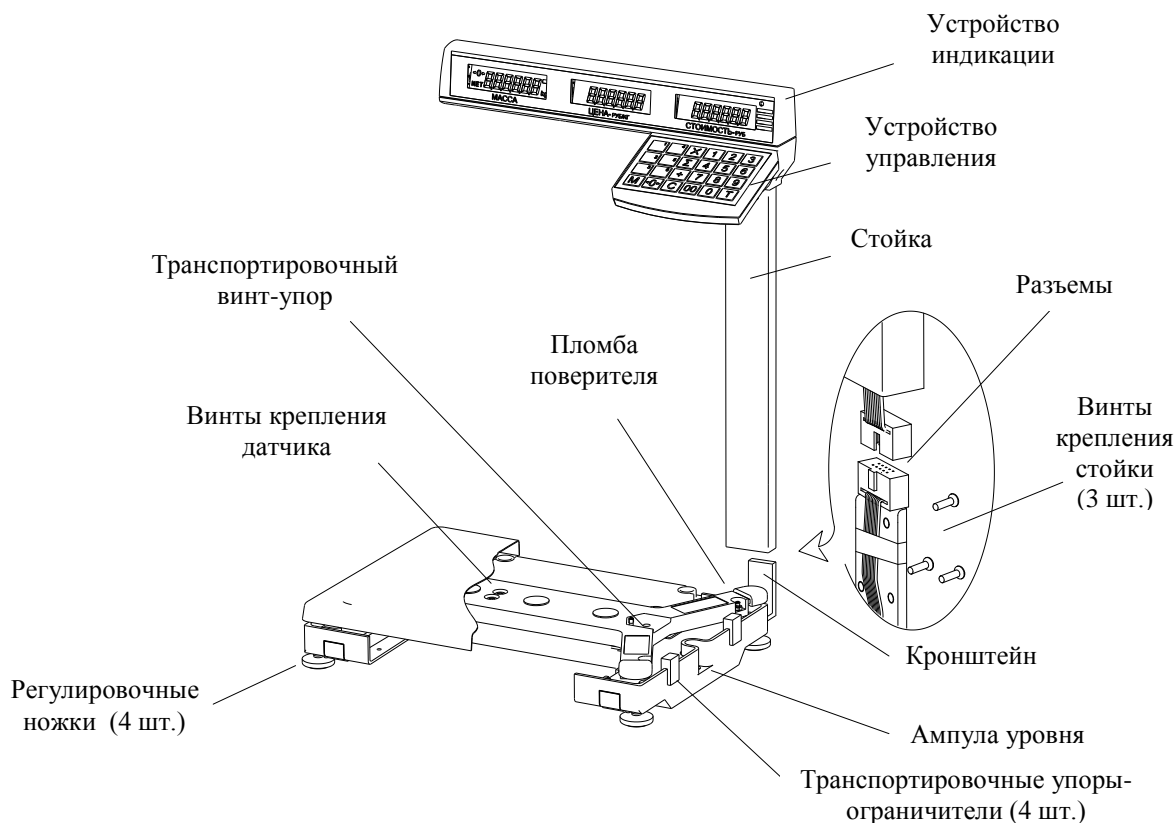
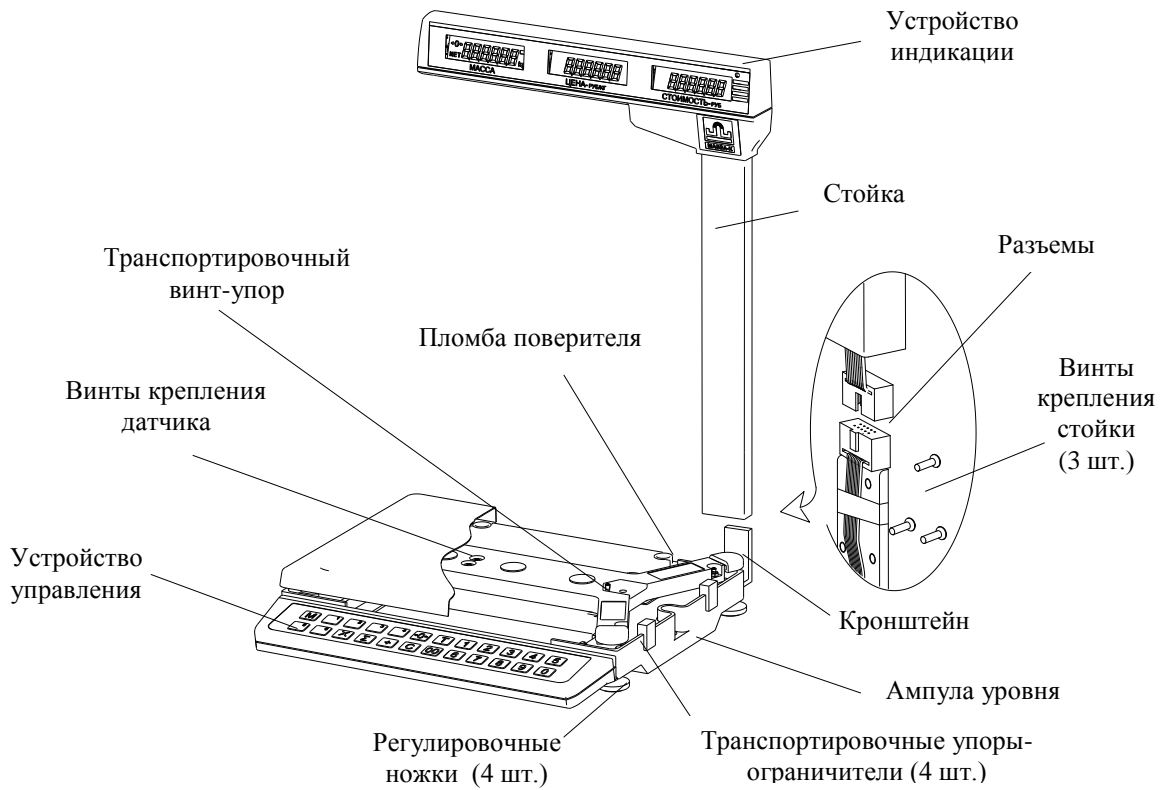
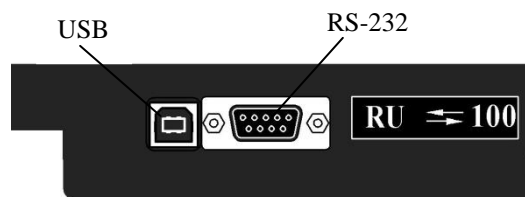

Рис. 5.1- Весы МК_ТВ21
Рис. 5.2- Весы МК_ТН21
Рис. 5.3 – Расположение разъемов интерфейсов USB и RS-232 на задней панели весов МК_ТН21(RU)
Конструкция весов представлена на Рис. 5.1, Рис. 5.2. Расположение разъемов весов МК_ТН21(RU) – на Рис. 5.3 Назначение кнопок клавиатуры и элементов индикатора приведено в Табл. 5.1, Табл. 5.2.
6.2 Снять грузоприемную платформу с весов и убрать транспортировочные упоры-ограничители (Рис. 5.1, Рис. 5.2).